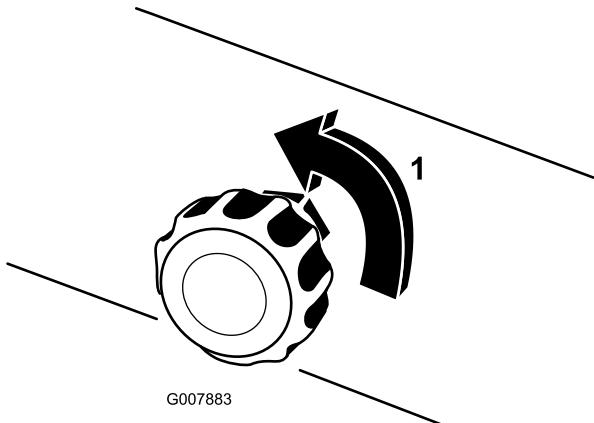

图30
- 初次操作时，将泡沫浓稠度调整阀打开 1/8 至 1/4 圈（图30）。